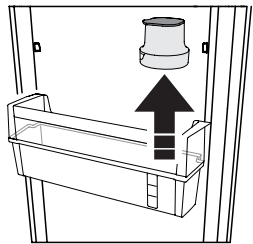

Fig.4
- Remova o filtro da prateleira das garrafas (Fig. 4);